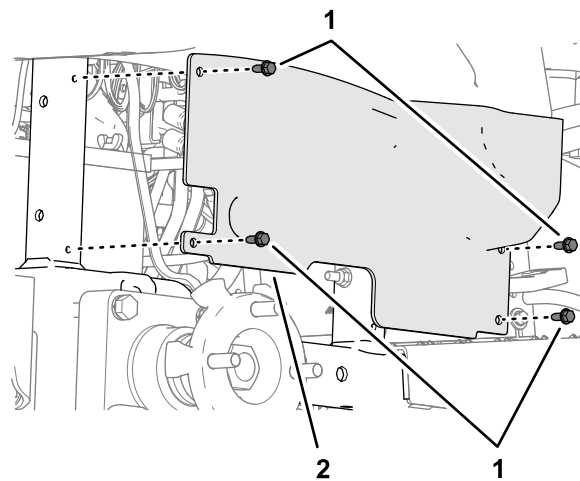

图 31
3. 拆下将车轮护罩固定到机器机架上的 4 个凸缘平头螺丝  $\frac{1}{4} \times \frac{5}{8}$  英寸图 31。
6. 将车轮护罩与机器机架中的孔对准图 31 用在步骤 3 中卸下的 4 个凸缘平头螺丝  $\frac{1}{4} \times \frac{5}{8}$  英寸将护罩固定至机架。